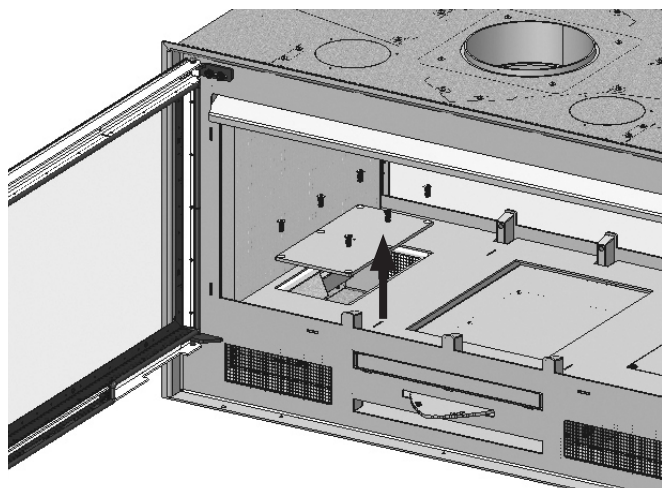

FIG. 10
2. Aflojar los tornillos de las tapas laterales, que dan acceso a los ventiladores, situadas bajo el fondo. (Fig. 10)